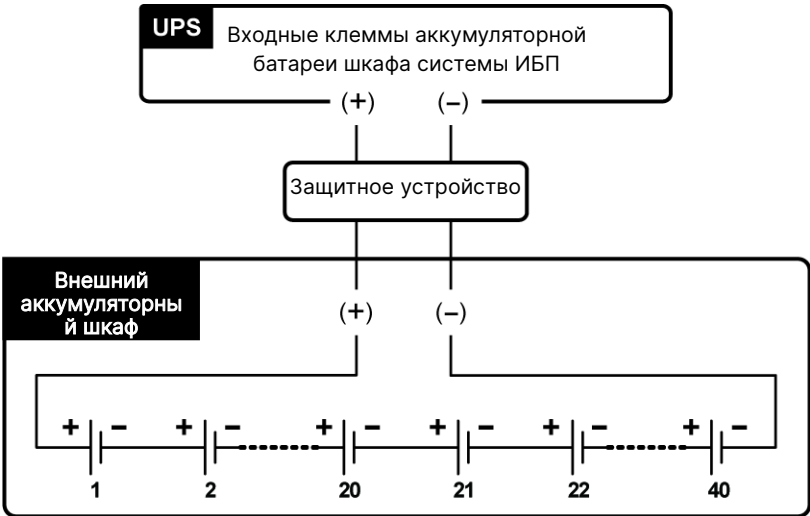

Рис. 5-26: Подключение внешнего аккумуляторного шкафа
- См. инструкции по подключению внешнего аккумуляторного шкафа(ов) к ИБП в разделе **5.4 Электромонтаж** и на **Рис. 5-26**.